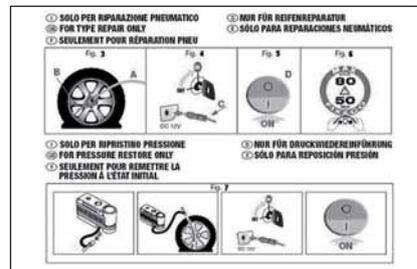

fig. 12
- pieghevole informativo (vedere **fig. 12**), utilizzato per un pronto uso corretto del kit di riparazione rapida e successivamente consegnato al personale che dovrà maneggiare il pneumatico trattato con il kit di riparazione pneumatici